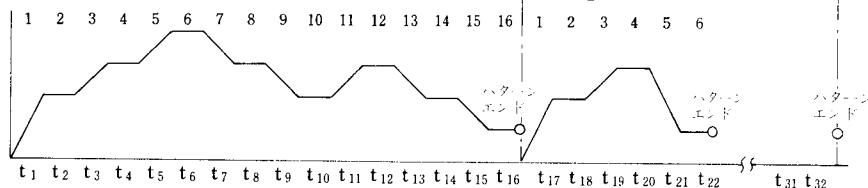

図4-2 パターンエンドの解除前
④ パターンエンドが解除された時は、“PEnd”表示が消え、プログラムエンドを行ったセグメントのレベルの設定値が表示されます（P.24参照）
- ① パターンの16セグメント目のパターンエンドを解除すると、次のパターンに接続されます。例えば、図4-2のパターン1のパターンエンドを解除すると、図4-3の様にパターン1とパターン2が接続されます。図4-3では22セグメントのパターンが作られたことになります。
- ② パターンは6つまでの設定のため、パターン6の16セグメント目のパターンエンドを解除すると、パターン1に接続されます。
- ③ 前項4.a)②で記載している様に、パターンエンドが2つ以上ある場合には、各パターンエンドを1つ1つ解除していく必要があります。
- ④ この方法で6パターン全部を接続すると、最大96セグメント×1パターンのプログラム制御を行うことができます。
- ⑤ パターン接続点ではレベルが0になることはありません。
例えば、図4-2パターン2のセグメント1はレベル0からパターンがスタートしていますが、パターン接続をすると図4-3の様に前のパターンのエンドレベルからのスタートになります。
- ⑥ パターン接続では、図4-2の様に接続するパターンが16セグメントまで使われていることが1つの条件です。もし、図4-4の様にパターン1が6セグメントまでで、次のパターン2に接続したい場合には、図4-5の様にセグメントの7から16まで同レベル時間0を設定し、パターンエンドBを削除して下さい。